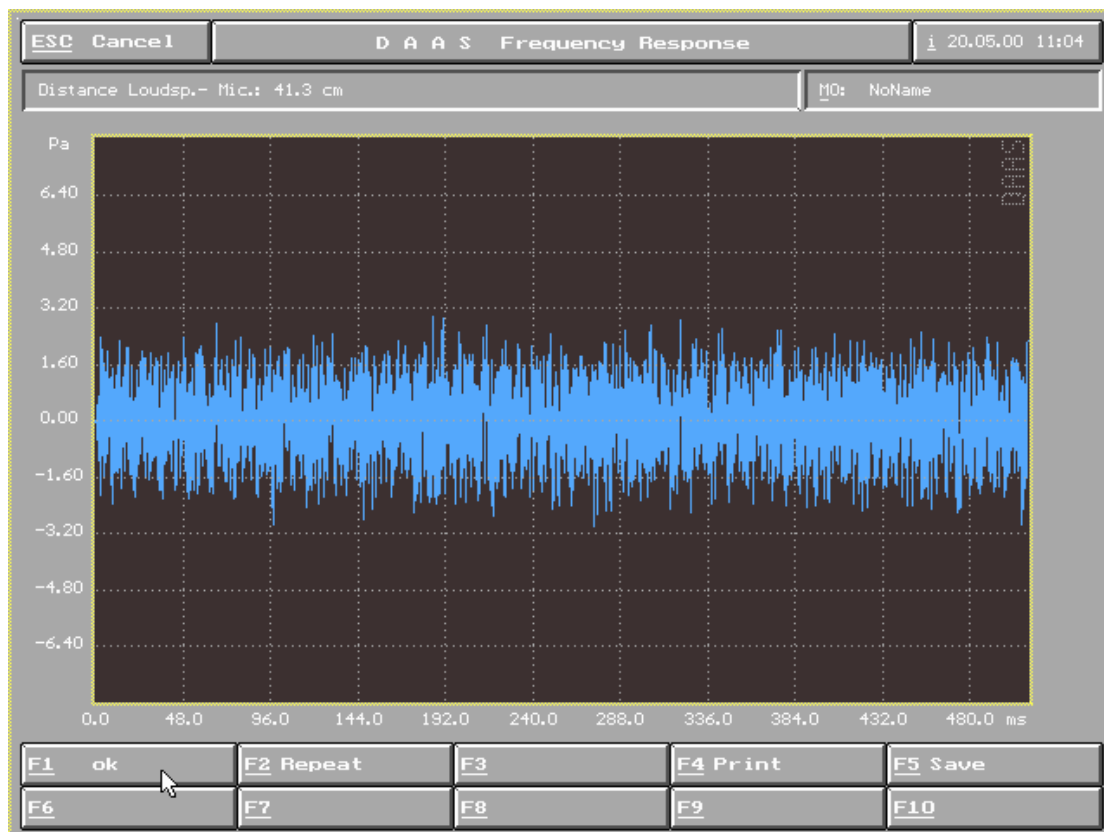
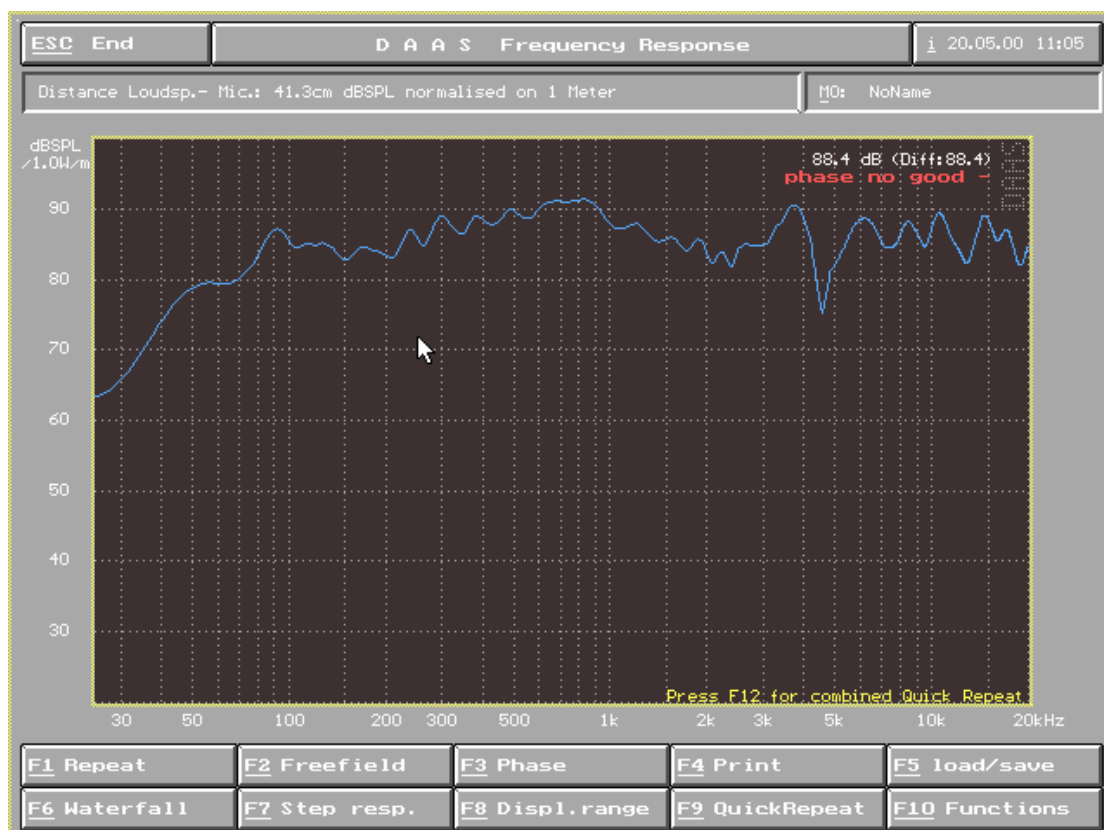

图 7
图 8
- 7 选择 F1 OK (图 7) 即可得到扬声器频响曲线 (图 8)
- 8 在显示频响曲线界面中 (图 8)
#### 9 图 8 中其它功能说明